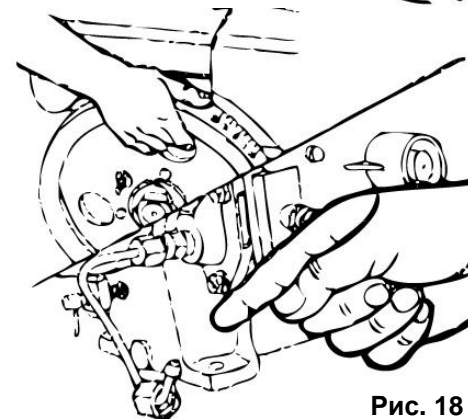

Рис. 18
- Аккуратно поворачивайте маховик в рабочем направлении вращения до тех пор, пока топливо не начнет вытекать из открытого конца топливной магистрали; проверьте, совпадает ли метка на бачке с меткой на краю маховика в пределах 20 - 24° от верхней мертвой точки (См. Рис.18).